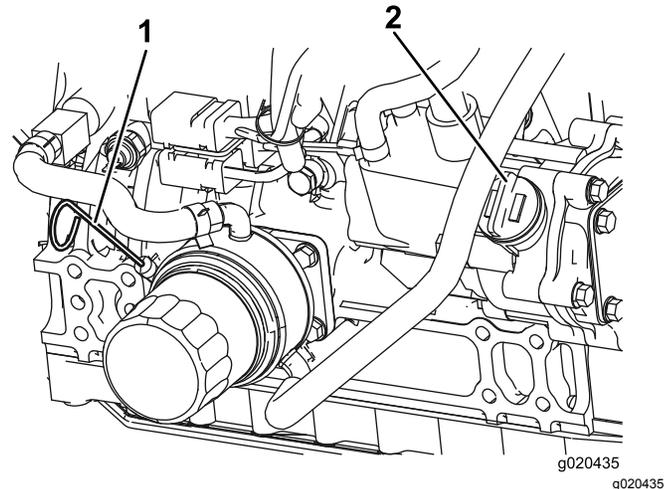

Figura 16
O nível de óleo deve encontrar-se na zona de segurança (Figura 16).
4. Se o nível de óleo se encontrar abaixo da zona de segurança, deverá retirar a tampa de enchimento (Figura 16) e adicionar óleo até que o nível atinja a marca desejada. **Não encha demasiado.**